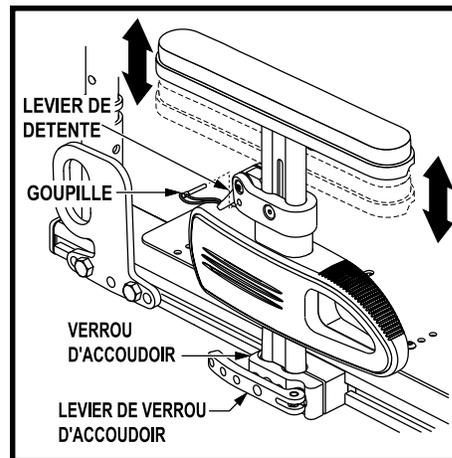

Figure 20. Réglage hauteur supérieure accoudoir format enfant montant unique à réglage rapide de la hauteur
1. Si applicable, retirez la goupille de blocage. Voir la figure 20.